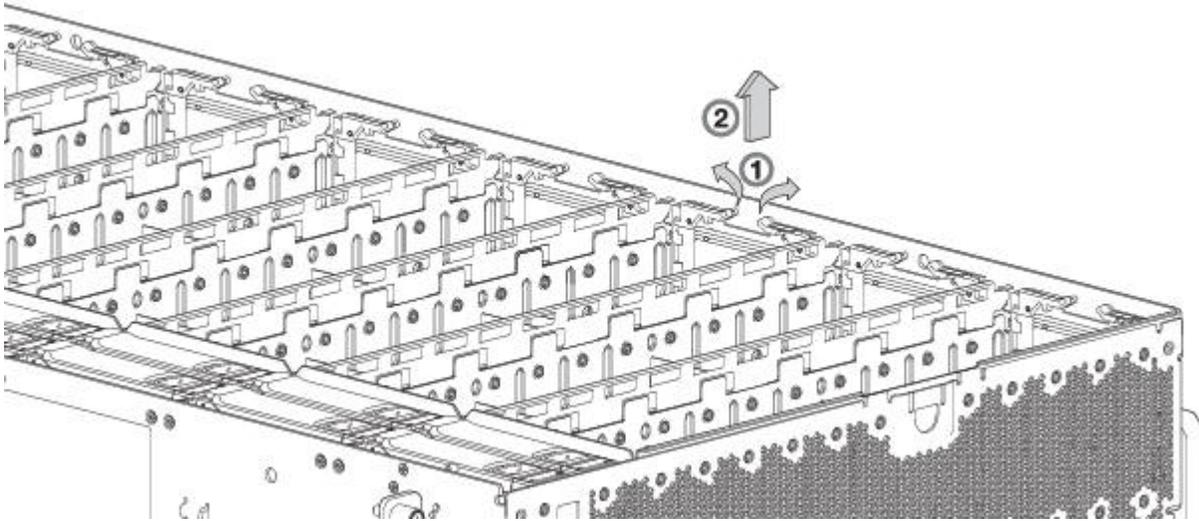
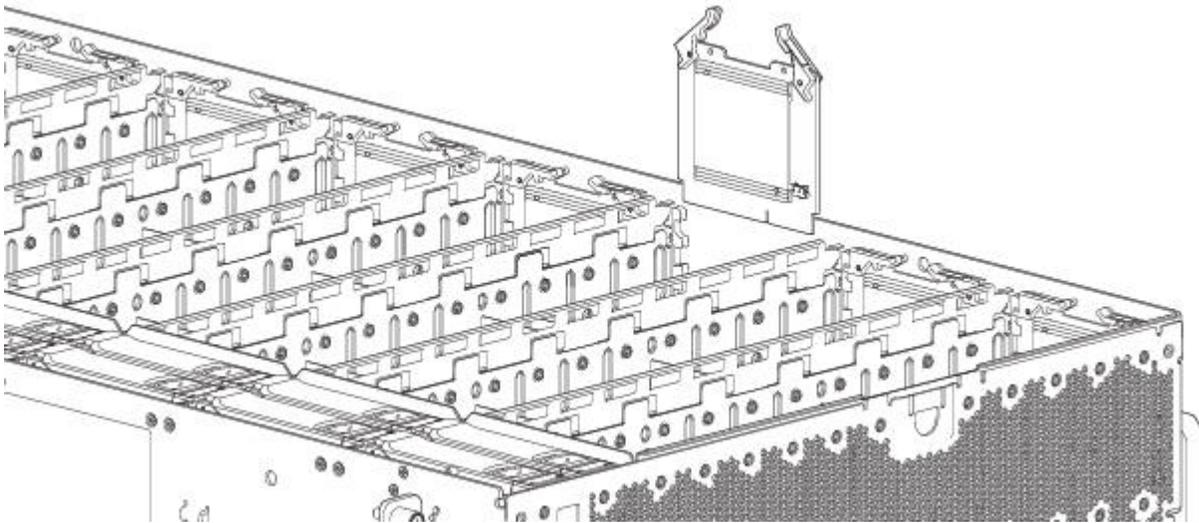

Abbildung 68. Ausbauen eines HS-Expanders (1 von 2)
Abbildung 69. Ausbauen eines HS-Expanders (2 von 2)
2. Halten Sie am fehlerhaften HS-Expander beide Schwenkarme aus Plastik zwischen Daumen und Zeigefinger (siehe Abb. 68 auf Seite 83).
3. Drehen Sie jeden Schwenkarm nach oben, um den PCBA-Träger aus seinem Steckplatz zu lösen, wie in Abb. 69 dargestellt.
Halten Sie sich bei der Ausführung dieser Prozedur an Abb. 68 und Abb. 69, ignorieren Sie jedoch den Richtungspfeil, da Sie das Modul in den Steckplatz einsetzen, statt es auszubauen.